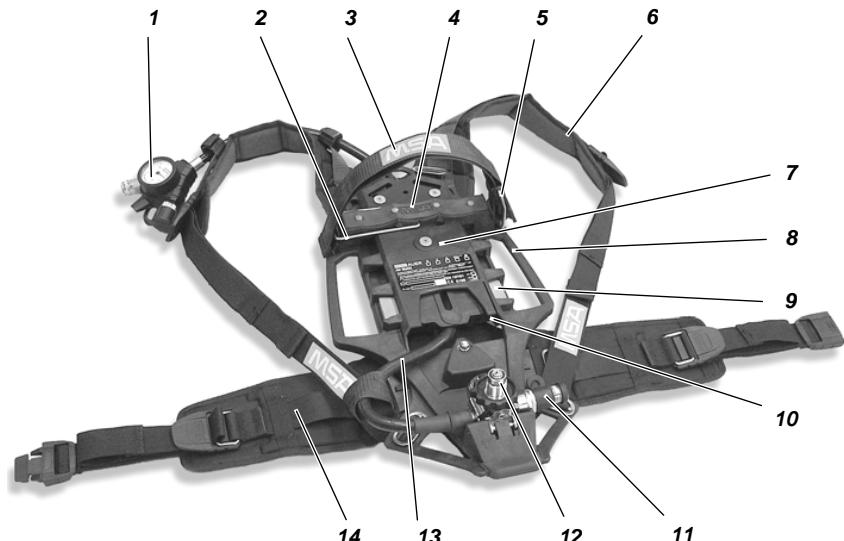

Fig. 1 AirMaxx SL trykflaskeapparat
- (1) Placér trykflaskeapparatet vandret, så bagsiden vender opad (se Fig. 1).
- (2) Hold flaskebøjlen (2) i vandret stilling foran spændelåsen (5), indtil den griber fat.
- (3) Kontrollér, at pakningen på reduktionsventilen (12) er i ordentlig stand.
- (1) Placér trykflaskeapparatet vandret med bagsiden opad (se Fig. 1).
- (2) Flaskebøjlen (2) klappes op og bringes i indgreb i lodret position.
- (3) Hvis der ikke er tilsluttet noget T-stykke til reduktionsventilen (12), skal man kontrollere pakningerne på såvel reduktionsventilen som T-stykket og skrure T-stykket løst på.